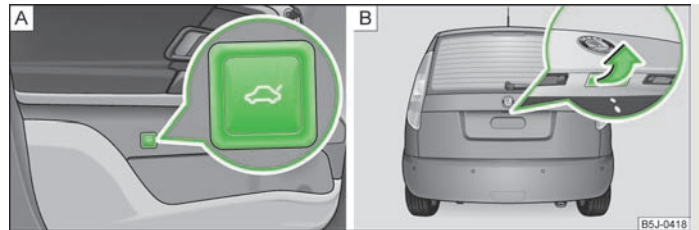

Abb. 16 Gepäckraumklappe entriegeln / Griff der Gepäckraumklappe
- Bei Fahrzeugen ohne Zentralverriegelung die Taste  in der Fahrertür drücken » Abb. 16 - [A] und die Gepäckraumklappe in Pfeilrichtung öffnen » Abb. 16 - [B].
- Bei Fahrzeugen mit Zentralverriegelung den Griff drücken und gleichzeitig die Gepäckraumklappe öffnen » Abb. 16 - [B].